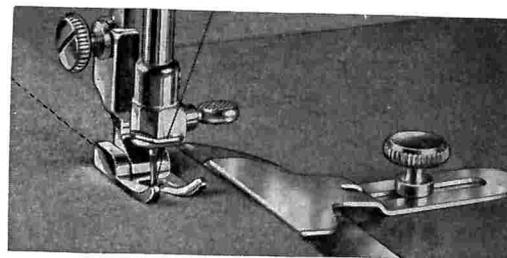

Abb. 19
b) Abb. 19 Mit Führungslineal 535 und Knopfschraube 410, Normalnähfuß Z-343 f oder Geradstich-Nähfuß Z-1028